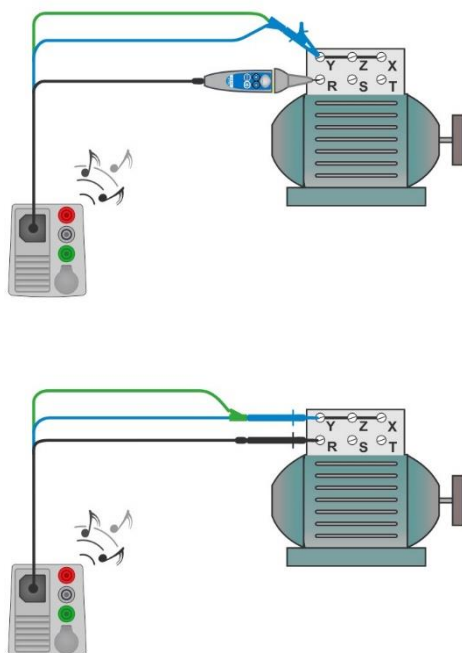

Abbildung 7.28: Anwendungen Commander-Prüfspitze und 3-Leiter Prüfadapter
- › Schließen Sie die Prüflleitungen am Prüfling an, siehe **Abbildung 7.28**.